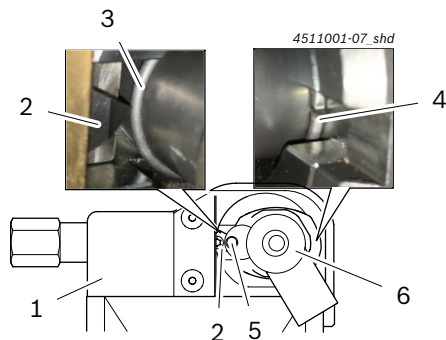

Fig. 8: Fjäders korrekta position
4. Vrid låsringens öppning (Fig. 8, pos. 4) på den motsatta sidan av den största väggjockleken.
- ⇒ Positionerad låsringen (Fig. 8, pos. 3) precis i vändskärplattans höjd (Fig. 8, pos. 2).